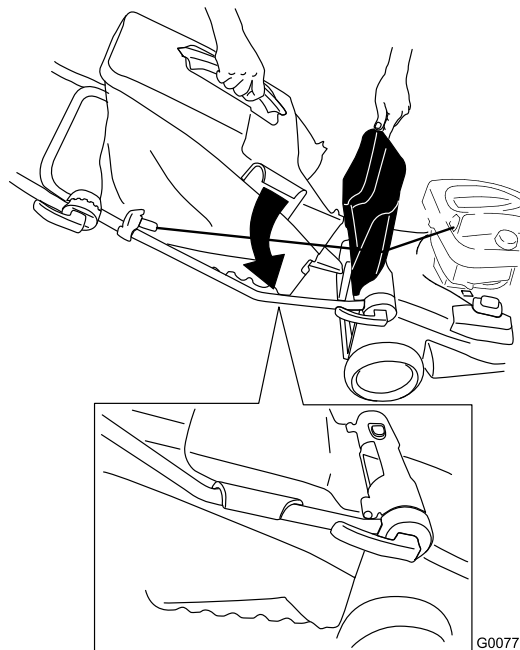

Figura 20
2. Levante y sujete la puerta trasera, instale la bolsa en el manillar y baje la puerta trasera (Figura 20).